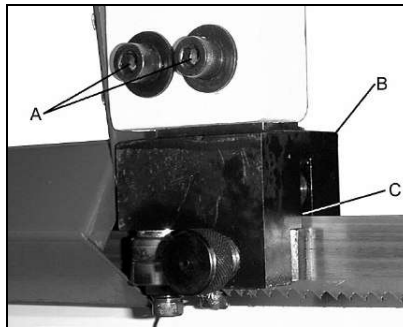

Fig 11
Lösen Sie die Schrauben (A, Fig 11) und stellen Sie die Rückenrolle auf einen Abstand von ca. 0,1mm zum Sägeband ein.
Lockern Sie die Schrauben (B, Fig 11) und stellen Sie die keramischen Gleitelemente (A) vom Sägeband weg.